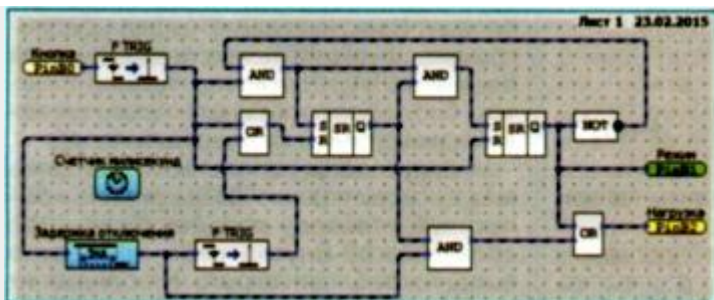
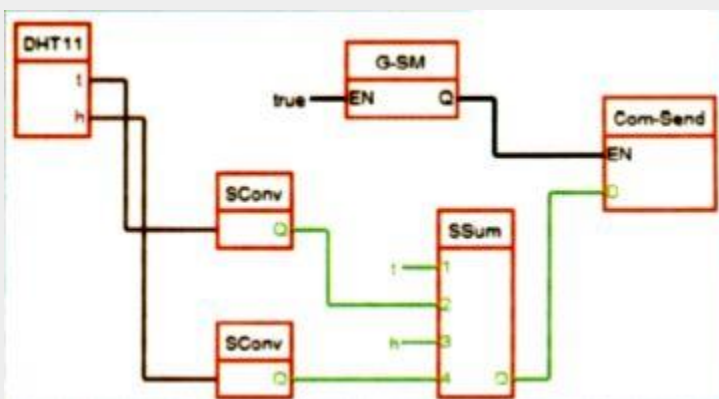

Рис. 5
Рис. 6
3. Средства, основанные на языках FBD и LAD, применяемых в промышленной автоматике. Строго говоря, языки программирования, как таковые, в них не используются. Это, скорее всего, визуальные среды для рисования принципиальных и логических схем проектируемых устройств. Примеры схем вычислительных алгоритмов, построенных с помощью сред проектирования Horizon и FLProg, показаны соответственно нарис. 5 и рис. 6.